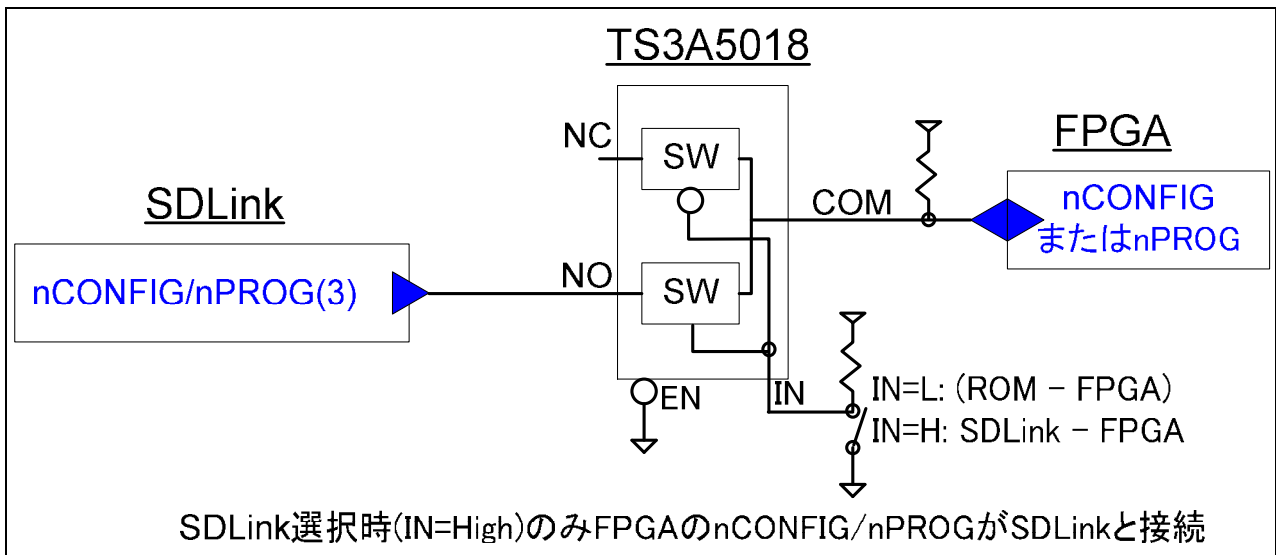

図 4: TS3A5018 を使った nCONFIG/nPROG 信号の接続方法
- バス・スイッチを使ったコンフィグレーション開始信号の接続例を下図 4 に示します。
- SDLink 選択時のみ開始信号を FPGA と接続する形であれば図 4 以外の方法であってもかまいません。